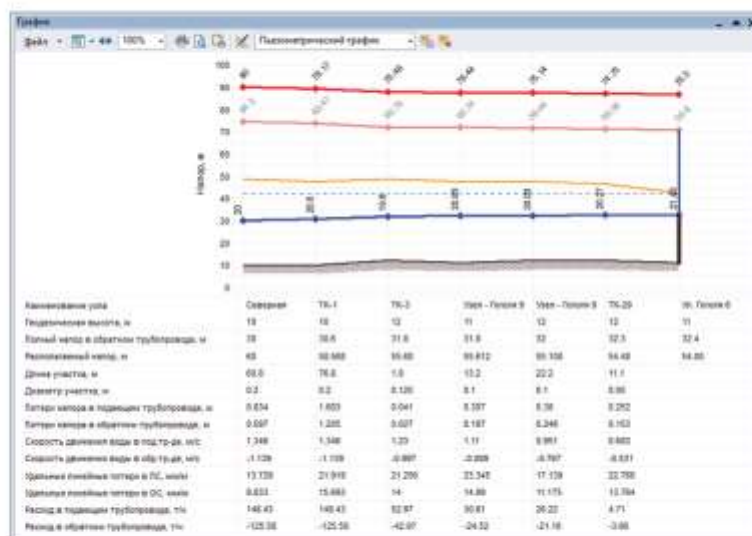

Рисунок 17.8. Совмещение пьезометрических графиков
3. В окне График нажать на  кнопки  и в открывшемся меню выбрать пункт Добавить. После чего новый график будет наложен на предыдущий. При этом первый график будет прорисован более тусклым цветом, а второй график более ярким. (смотрите Рисунок 17.8, «Совмещение пьезометрических графиков»).